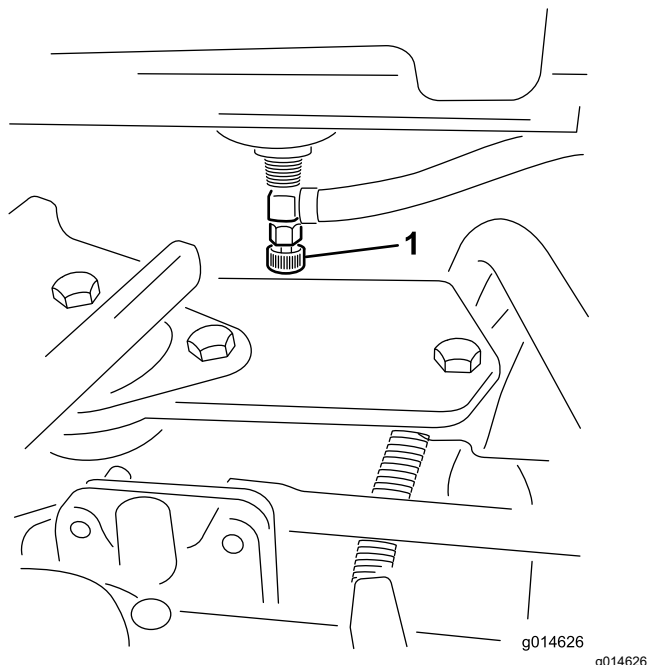

Figura 32
1. Închidei ventilul de închidere combustibil (Figura 32) de sub rezervorul de combustibil.